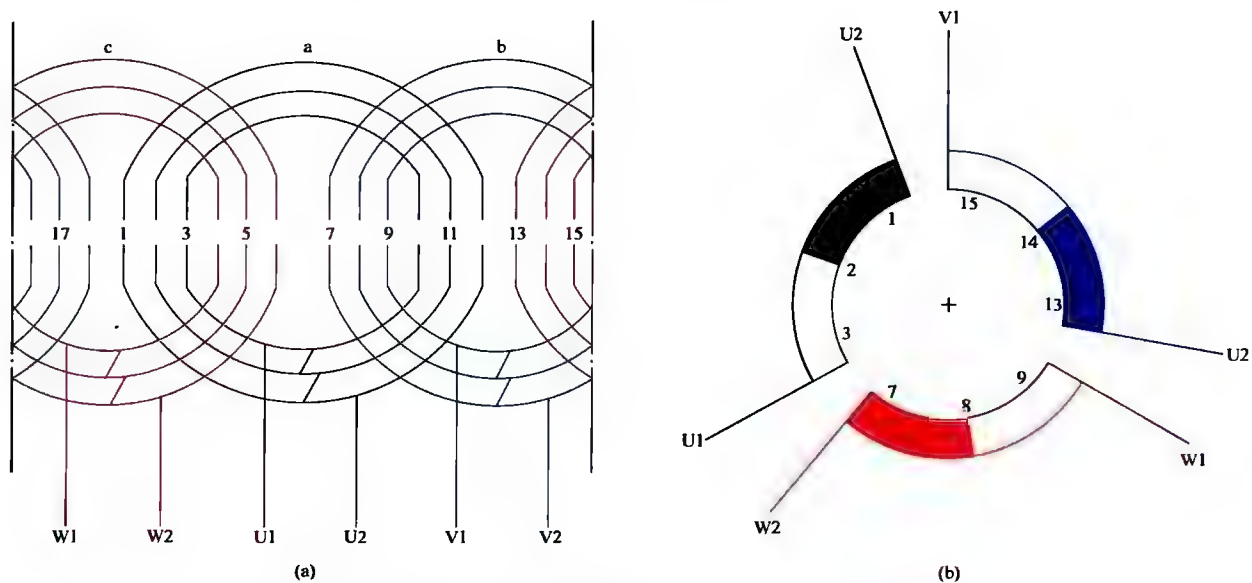

图 1-2 三相 2 极 18 槽单层同心式绕组 1 路接法
2. 三相 2 极 18 槽单层同心式绕组 1 路接法展开图与接线圆图（见图 1-2）